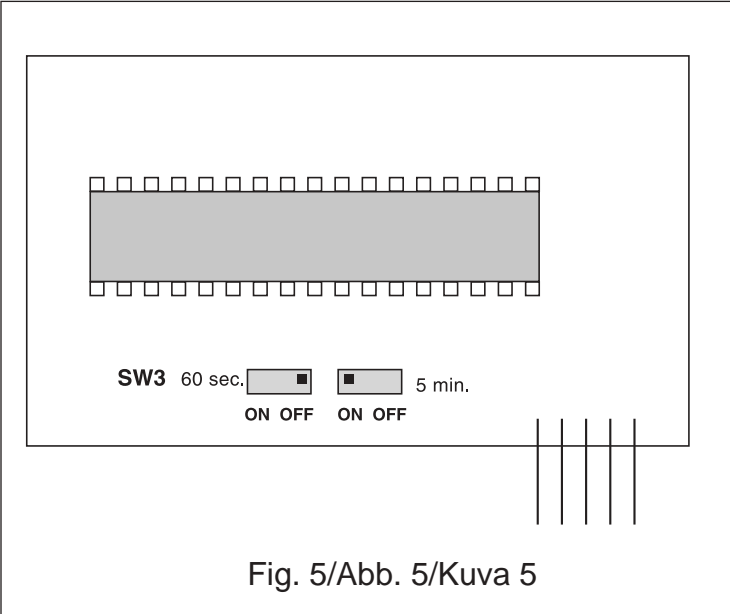

Fig. 5/Abb. 5/Kuva 5
6. Valg af cykklustid (Fig. 5)
6. Cycle time settings (Fig. 5)
6. Cycle: (Fig. 5)